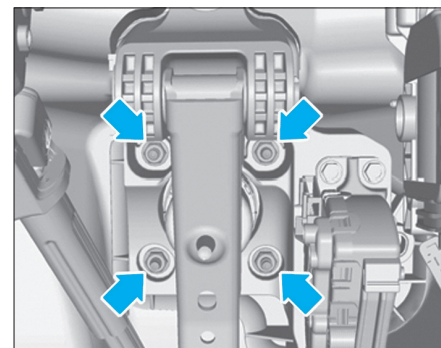

FIG. 17
- Déposer les écrous six pans (Fig.17).